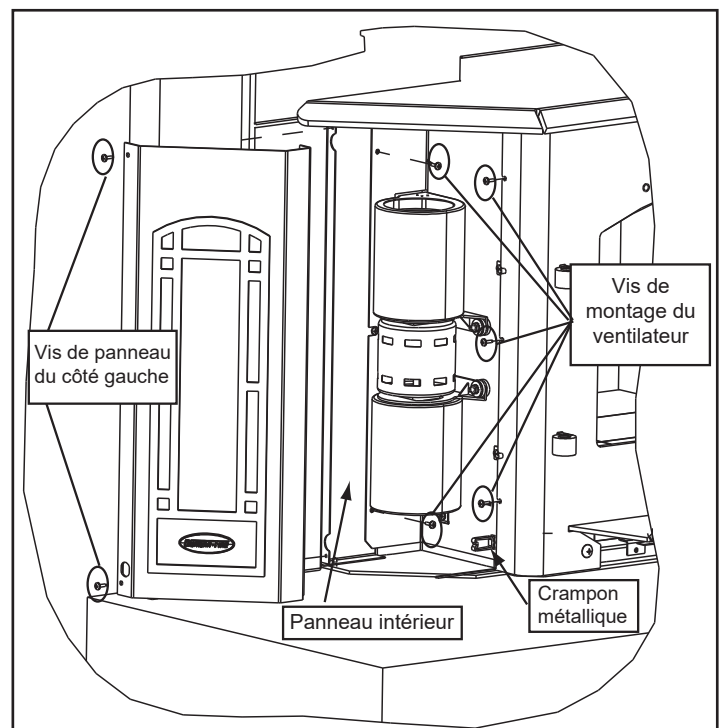

Figure 22.2
2. Glissez le montage du ventilateur avec le ventilateur fixé derrière la face et sécurisé avec les 5 vis fournies, 3 sur le côté droit et 2 sur le côté gauche. **Figure 22.2**.